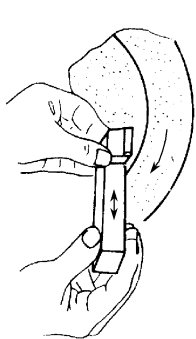

图 2-16 粗磨前面
(5) 粗磨前面。以砂轮的端面粗磨出车刀的前面, 并在磨前面的同时磨出前角 γ 。如图 2-16 所示。